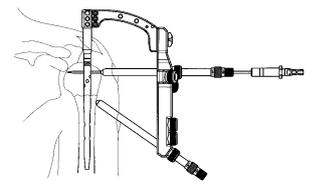

図 13
- 14) A/P 方向のスクリューも含め、関節間溝へスクリューが適置されないよう、ネイルの向きを調整し、骨折部の再転位に注意しながら最近位よりガイドピンを刺入していきます。ガイドピンを複数本刺入することにより、ターゲットデバイスの姿勢が安定します。(図 13)